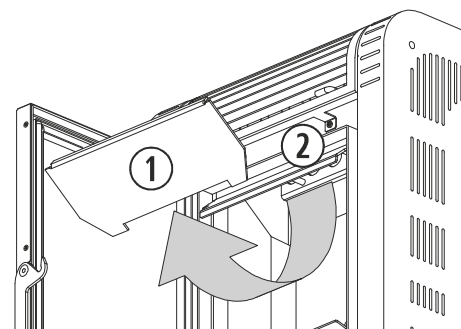

Figura 20
Se debe realizar una acción de limpieza a mayores sobre el hogar (2) de las estufas *Basic* y *Moon* (figura 20). Debemos empujar hacia arriba la placa superior del hogar (1), hasta desencajar las pestañas que la fijan a la placa central y tirar de ella. Al finalizar, colocamos de nuevo la placa superior asegurándonos que las patillas queden correctamente encajadas.
①	Placa superior del hogar.
②	Intercambiador de calor.